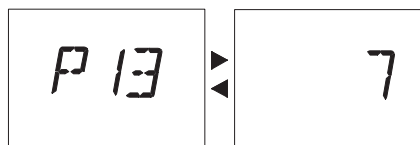

Рис. 41
- 3 На ЖК-дисплее параметр **P13** чередуется с **7** (Рис. 41).